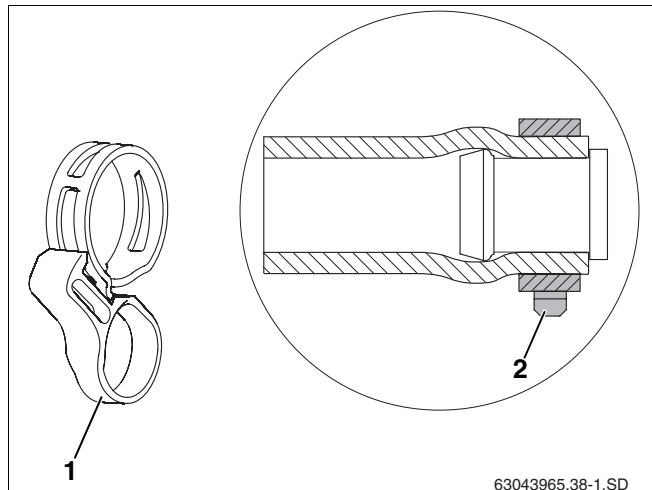

Fig. 39 Fascetta elastica con anello di sicurezza dopo il montaggio al tappo cieco premontato
- La fascetta elastica (fig. 39, **pos. 2**) deve assolutamente essere portata nella giusta posizione prima della rimozione dell'anello di sicurezza (fig. 39, **pos. 1**). Un allentamento eseguito in un secondo tempo con delle tenaglie potrebbe infatti diminuire la forza di serraggio.